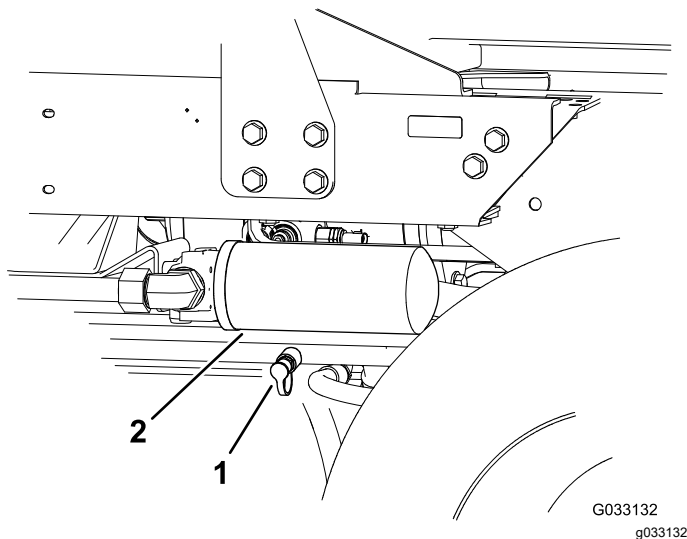

図 40
2. 後部走行マニホールドに取り付けた故障診断用フィッティングと後退走行油圧テストポートとを油圧ホースでつなぐ 図 40。